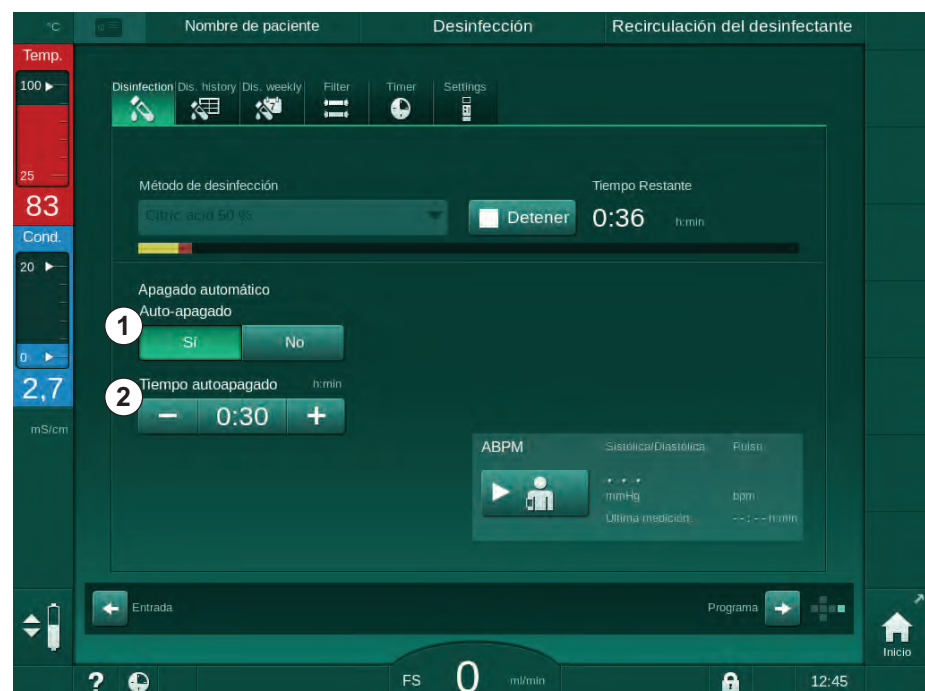

Fig. 7-16 Desinfección en curso - *Desconexión automática* activada
Después de seleccionar la pantalla de desinfección, se indica el preajuste para *Auto-apagado* (*Sí* o *No* así como el tiempo máximo de retardo si *Sí*). El ajuste para la función se puede modificar en cualquier momento antes o después de iniciar la desinfección pulsando *Auto-apagado, Sí* o *No* (Fig. 7-16, ①).